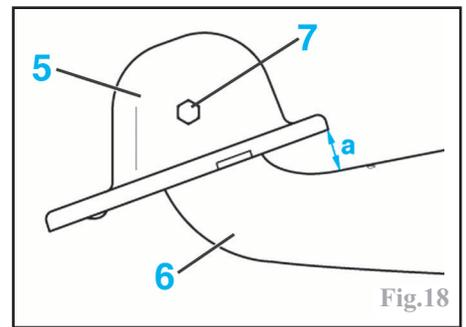

Fig.18
Si le palier (5) a été désassemblé du bras longitudinal (6), respecter l'inclinaison du palier par rapport au bras ($a = 36 \pm 1$ mm) avant de serrer sa vis de fixation neuve (7) (Fig.18).